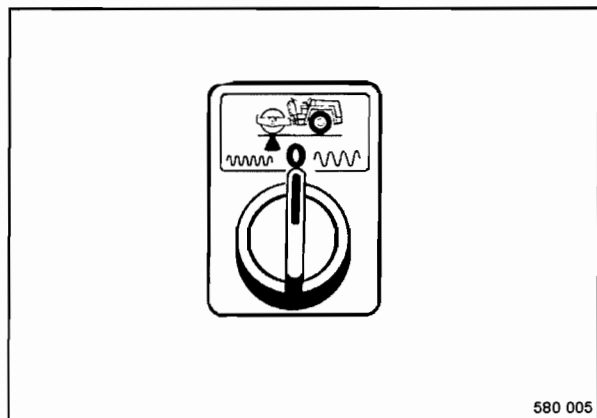

Fig. 42
- Con el conmutador giratorio (Fig. 42) hay que preseleccionar la amplitud/frecuencia.